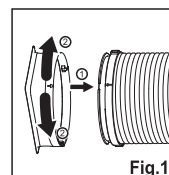

Fig.1
1. Aliniați săgeata atât a conectorului de admisie a furtunului, cât și a furtunului, introduceți; (Fig. 1)
2. Rotiți conectorul de admisie a furtunului în sensul acelor de ceasornic sau în sens invers acelor de ceasornic aproximativ 60°; (Fig. 1)